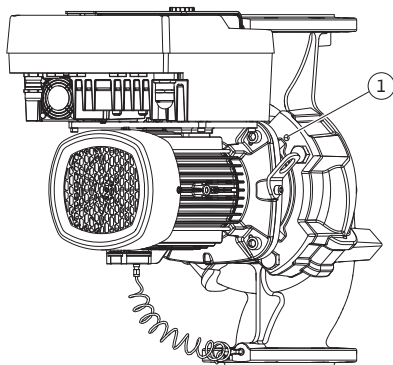

Fig. 12: Trykke av motor-løpehjulsenheten via gjengehull
5. Trykk av motor-løpehjulsenheten (se Fig. 4) fra pumpehuset. Avhengig av pumpetypen (se Fig. I ... IV) finnes det to fremgangsmåter. For pumpetypen (Fig. III og Fig. IV) løsner du skruene (pos. 29). Bruk de to gjengehullene ved siden av (Fig. 12, pos. 1) og egnede skruer som er klagjort på monteringsstedet (f.eks. M10 x 25 mm). For pumpetypen (Fig. I og Fig. II) bruker du de to gjengehullene M10 (Fig. 109). Bruk egnede skruer som er klagjort på monteringsstedet (f.eks. M10 x 20 mm). Du kan også bruke sporene (Fig. 109, pos. 2) til avtrekking.